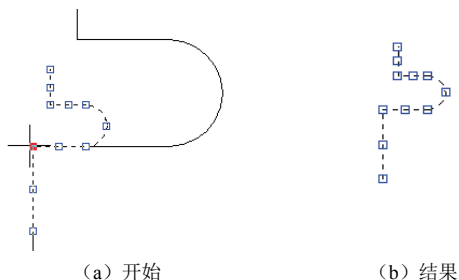

图 4-19 利用夹点比例缩放对象
**【例 4.5】** 打开“图 3-22.dwg”，如图 4-19 所示，将图形缩小到 0.7 倍。
结果如图 4-19（b）所示。